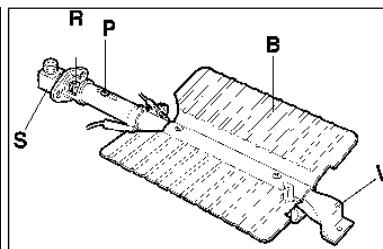

Fig.13
2. Svitare la vite **V** e sfilare il bruciatore dal supporto facendo attenzione a non danneggiare la candela di accensione e la termocoppia (**Fig. 13**).